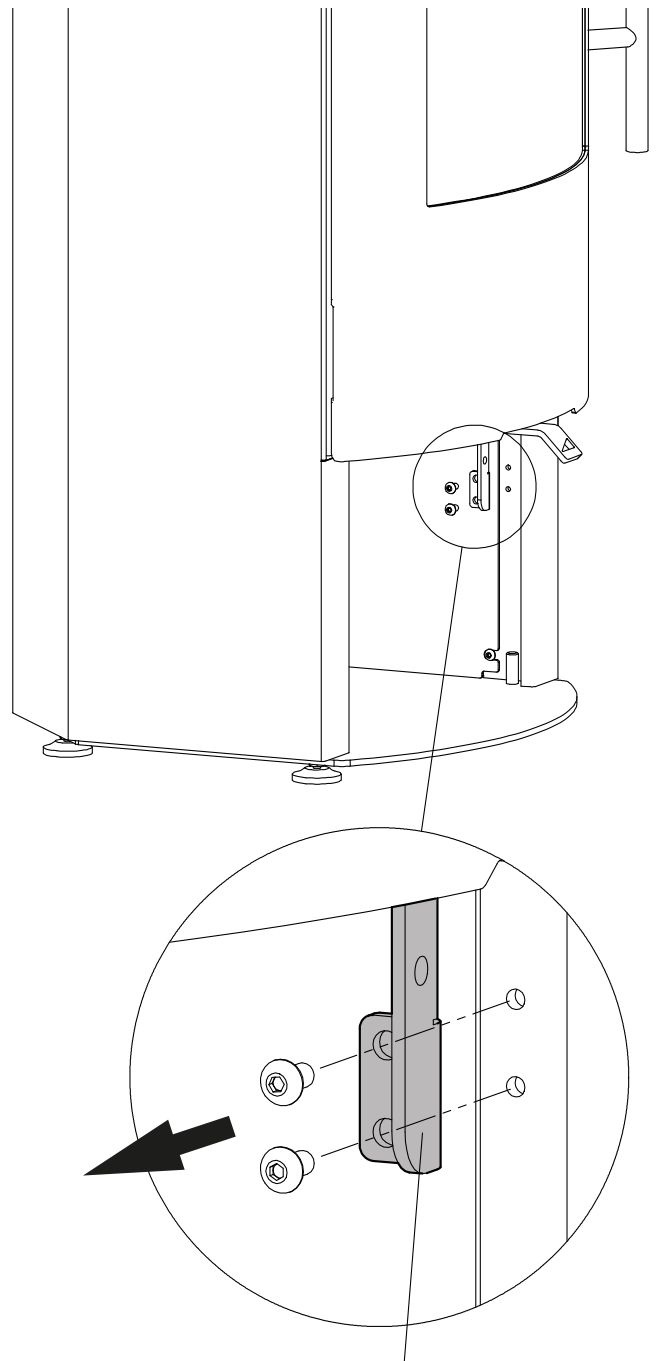

Fig.13
- Schroef op de fixatieplaat (13) voor de elektronica aan de rechterzijde in het vak voor de houtvoorraad (Fig.13).